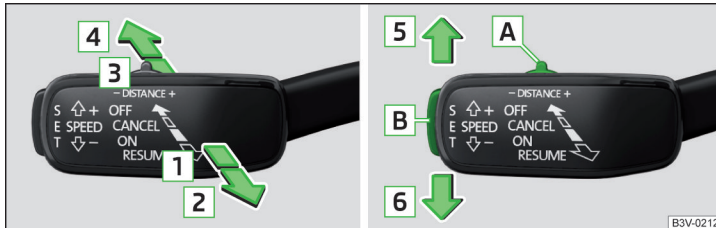

Abb. 283 Bedienungshebel
» Abb. 283
- Die Taste **SET** » Abb. 283 auf Seite 248 drücken.
- **oder:** Den Hebel in die gefederte Stellung **RESUME** » Abb. 283 auf Seite 248 einstellen.
- Den Hebel in die gefederte Stellung **CANCEL** » Abb. 283 auf Seite 248 einstellen.
Die gewünschte Geschwindigkeit wird mit dem Bedienungshebel eingestellt oder geändert » **Abb. 283 auf Seite 248.**
► Den Schalter **DISTANCE** in die gefederte Stellung – oder + einstellen » **Abb. 283 auf Seite 248.**
Ein Beschleunigungsvorgang kann jederzeit durch Betätigung des Bremspedals oder den Druckpunkt **CANCEL** am Bedienungshebel » Abb. 283 auf Seite 248 abgebrochen werden.